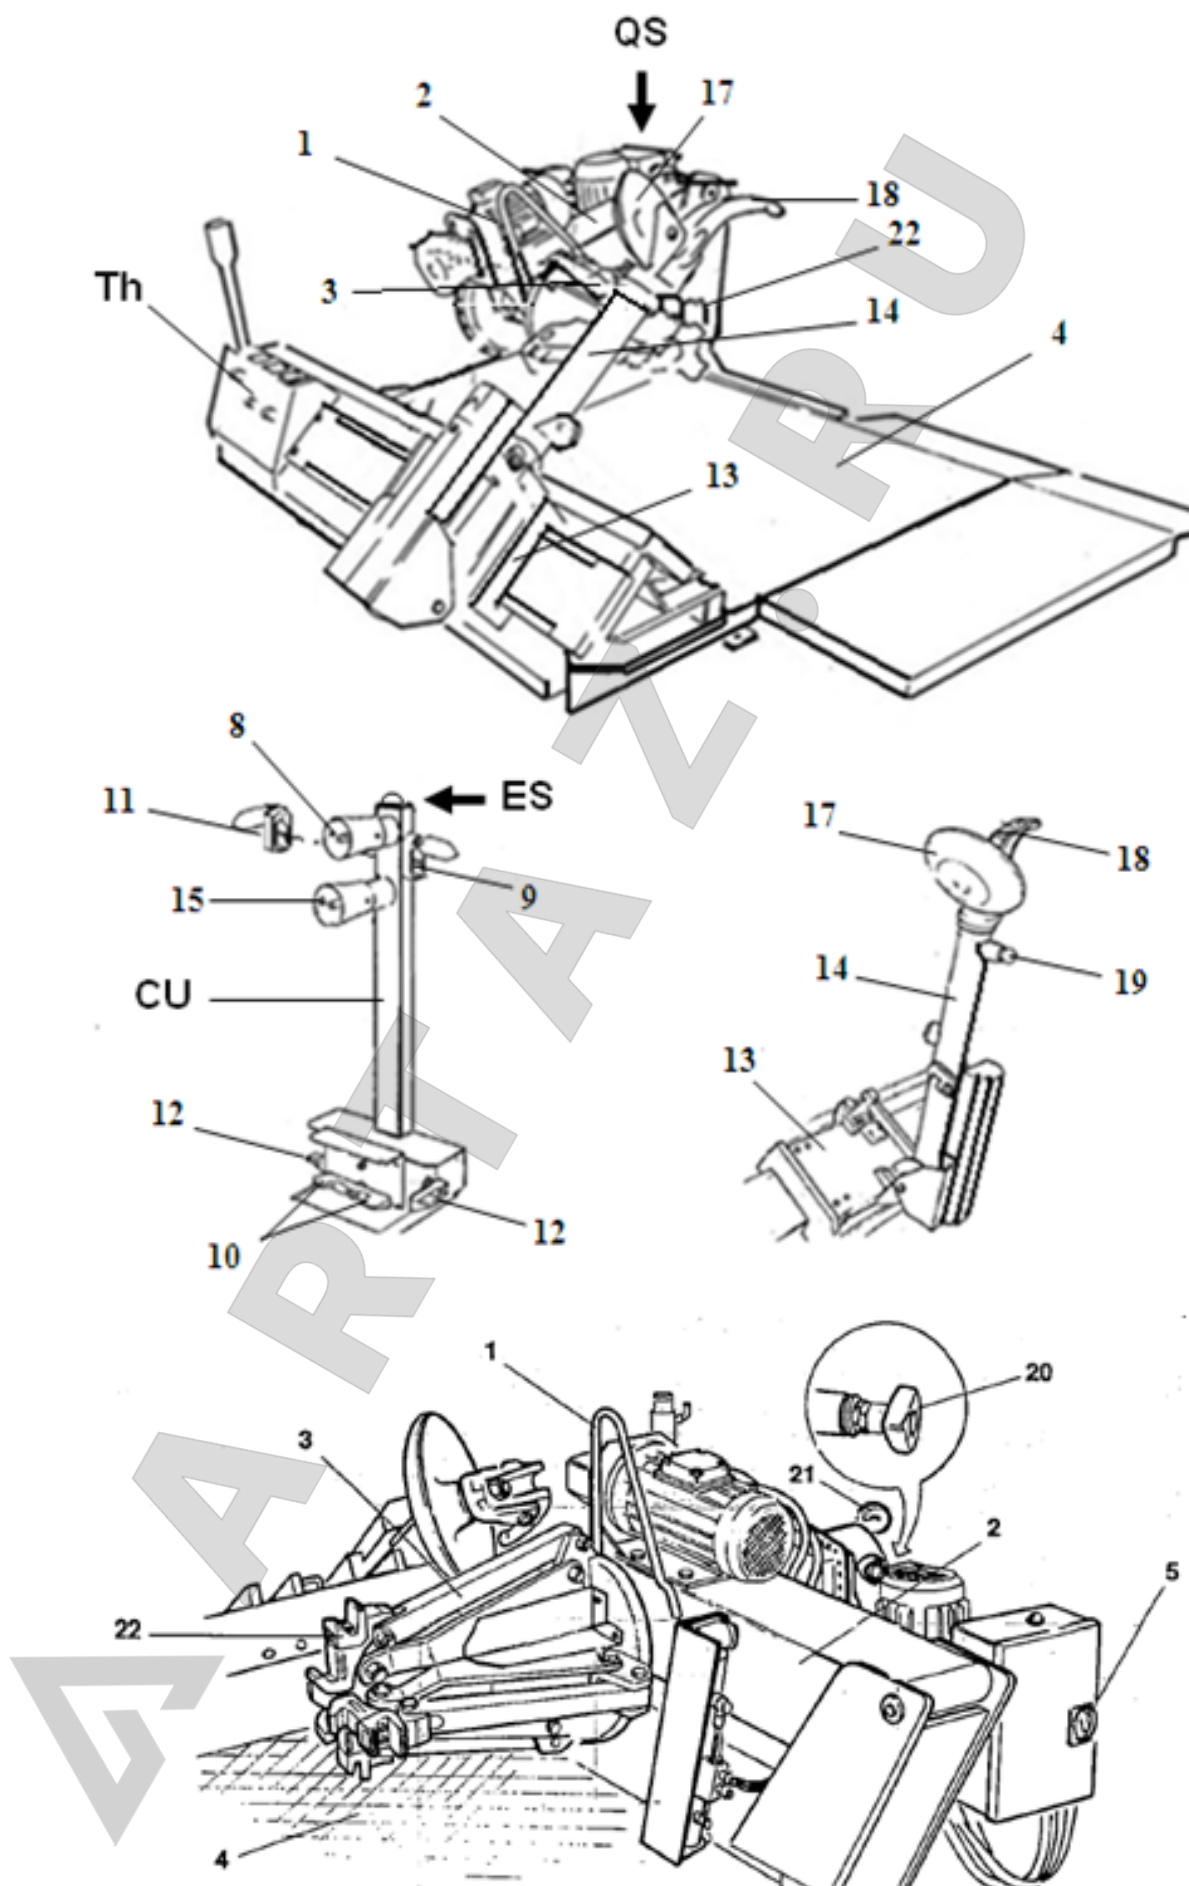

Рис. 1. Рабочие элементы станда.
- **Главный выключатель (QS, Рис. 1)** служит для включения и выключения электропитания станка.
- **Аварийный выключатель (ES, Рис. 1)** нажатием на кнопку отключает станок от электропитания в аварийной ситуации.
- **Регулятор давления (20, Рис.1)** позволяет изменять давление в гидравлической системе станка, тем самым изменяя усилие зажима кулачков самоцентрирующегося зажимного устройства.
- **Манометр (21, Рис. 1)** показывает давление в гидравлической системе станка.
Переносная стойка управления (**CU, Рис. 1**), позволяет оператору работать в любом месте рабочей зоны станка. На стойке расположены следующие средства управления:
- **Фиксатор монтажной головки** (19, Рис. 1) позволяет заменять монтажный инструмент (например, установить дополнительный ролик для работы с шинами с камерой).